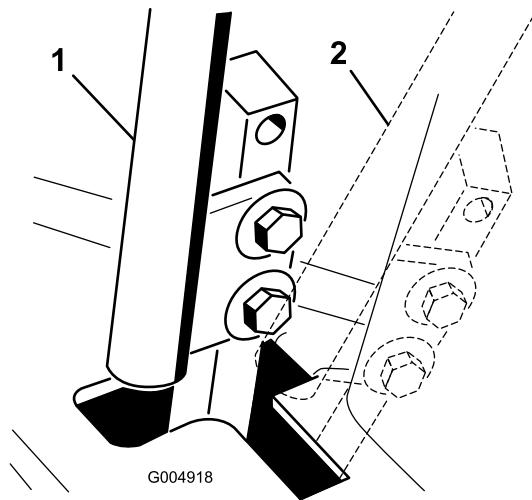

Figura 54
4. Desloque a alavanca para a posição de PONTO-MORTO, mas não bloqueada (Figura 54).
6. Verifique onde é que a alavanca de controlo está relativamente ao entalhe na consola (Figura 54).